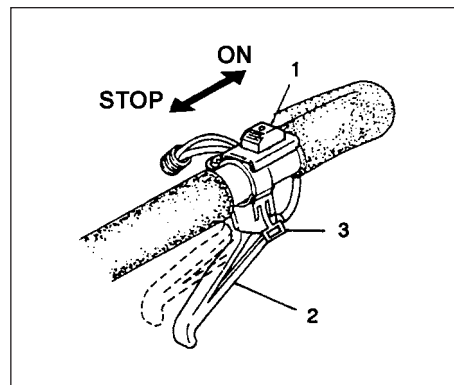

Fig. 2-2
1. Skjut stoppknappen (1) i ON-läge. (Fig. 2-2)
2. Om maskinen är utrustad med gasregleringslås, så dra åt avtryckaren för gasreglering (2) och håll gasregleringslåset intryckt (3). Släpp sedan sakta avtryckaren. Detta låse avtryckaren i låge får startgas. (Fig. 2-2)